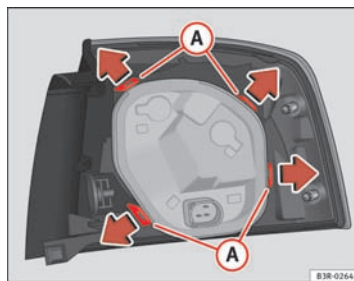

Fig. 228 Languettes de fixation au dos du feu arrière
- Déverrouillez les languettes de fixation ① ⇒ fig. 228.
- Retirez le support d'ampoules dans le sens de la flèche ②.